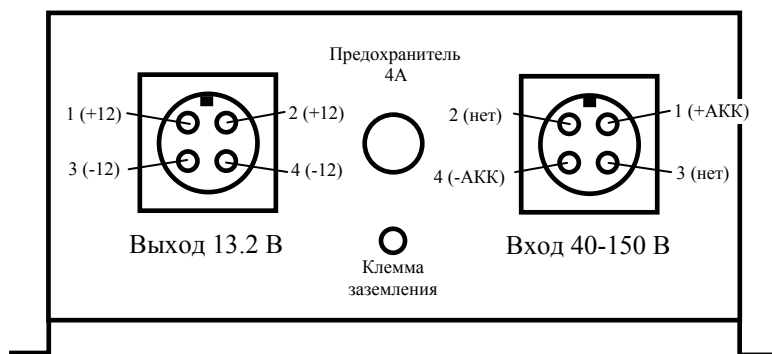

Рис. 1. Задняя панель преобразователя.
- 5.4. Произведите распайку поставляемых с источником или приобретенных самостоятельно разъемов согласно Рис.1. (разъем ОНЦ-РГ-09-4/14-Р14 (розетка) или аналогичный – входной; разъем ОНЦ-РГ-09-4/14-В17 (вилка) или аналогичный - выходной). При распайке выходного разъема в целях обеспечения его долговременной эксплуатации рекомендуется соединять параллельно пары выводов 1+2 и 3+4.